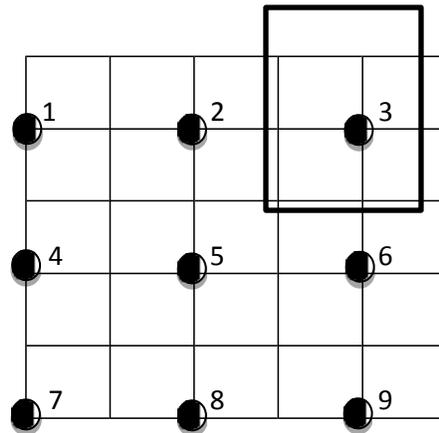

Figura 7.2
7. Se distribuyen 9 puntos, dentro de la parte seleccionada, según la figura 7.2 los puntos 1, 4 y 7 deben estar situados junto a la pared del LIME IV y equidistantes entre si, los puntos 3, 6 y 9, estarán pegados al lado derecho de la jaula, y por último el 2, 5 y 8 se situaran equidistantes y entre los anteriores.